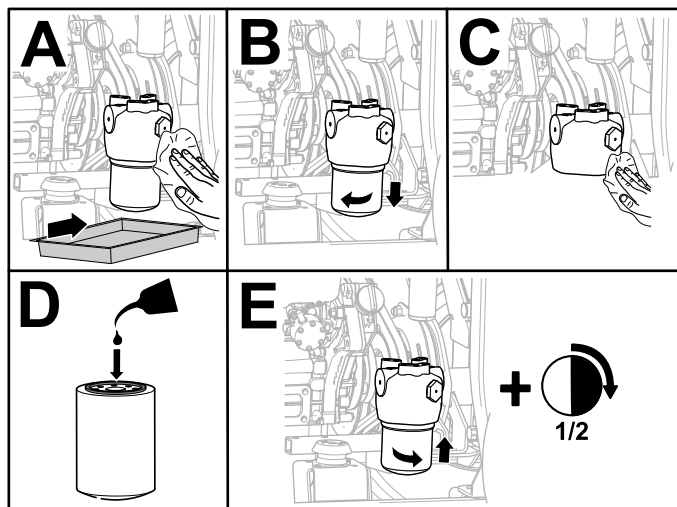

Figura 102
6. Înlocuiești filtrul hidraulic în modul indicat în Figura 102.